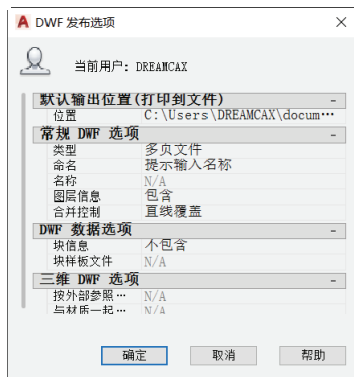

图 11-35 “DWF 发布选项”对话框
(4) 图纸按钮列表：图纸按钮列表提供以下 5 个图纸按钮。
(5) 要发布的图纸：包含要发布的图纸的列表。在该区域中单击选定图纸的页面设置列可更改该图纸的设置，“状态”列用于将图纸加载图纸列表时显示图纸状态。使用快捷菜单可以添加图纸或对列表进行其他更改。
(6) “发布选项信息”选项组：在该选项组中显示了发布选项信息，如果单击“发布选项”按钮，则弹出图 11-35 所示的“DWF 发布选项”对话框，从中可以指定用于发布的选项，包括默认输出位置（打印到文件）、常规 DWF/PDF 选项（类型、命名、名称、图层信息、合并控制）和 DWF 数据选项。注意：当从“发布为”下拉列表框中选择“DWF”“DWFx”或“PDF”时，“发布选项”按钮可用。